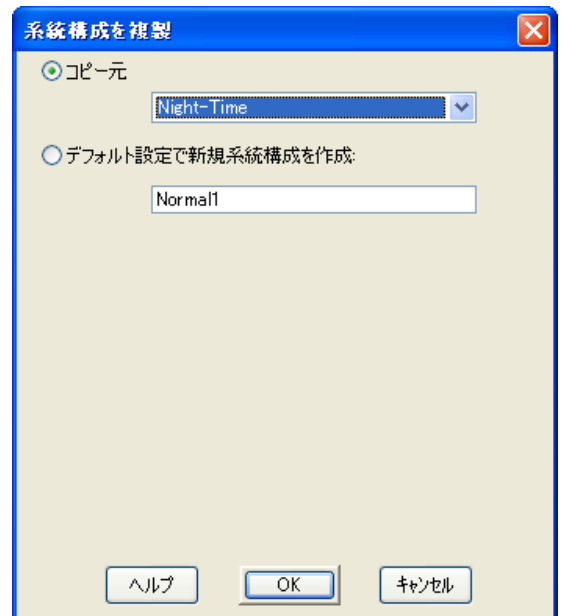

図 9 : 系統構成を複製(コピー)
- 図 9 の “系統構成を複製” 画面が現れます。(ラジオボタン を選択せずに) “デフォルト設定で新規系統構成を作成” のテキストボックスに新規系統構成名を入力し、“OK” ボタンをクリックします。  参照